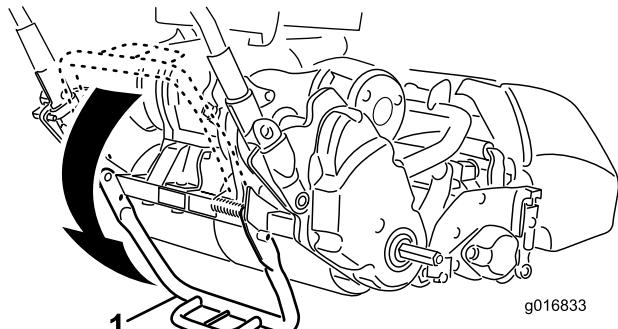

图7
1. 用脚踩下支撑架, 向上拉起手柄支架, 直至支撑架向前旋转并通过中心位置 (图7)。